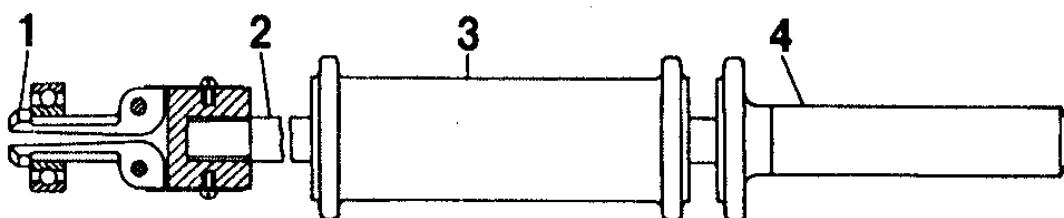

Рис.40. Съемник 7823-6090 для выпрессовки подшипника первичного вала коробки передач из коленчатого вала:
57. При необходимости съемником 7823-6090 выпрессовать из гнезда коленчатого вала подшипник первичного вала коробки передач (рис.40).